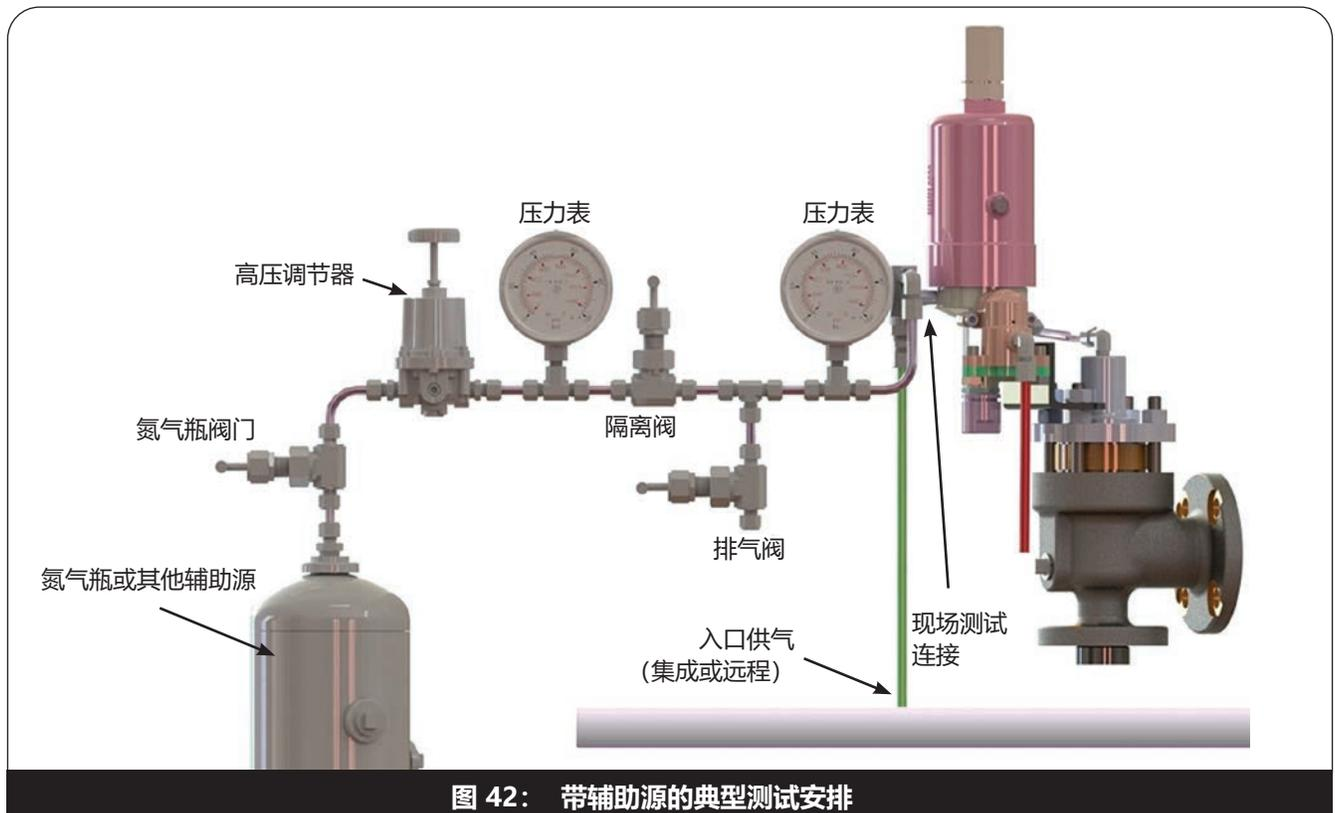

图 42: 带辅助源的典型测试安排
2. 将**现场测试安排**连接至**现场测试连接** (图 42)。